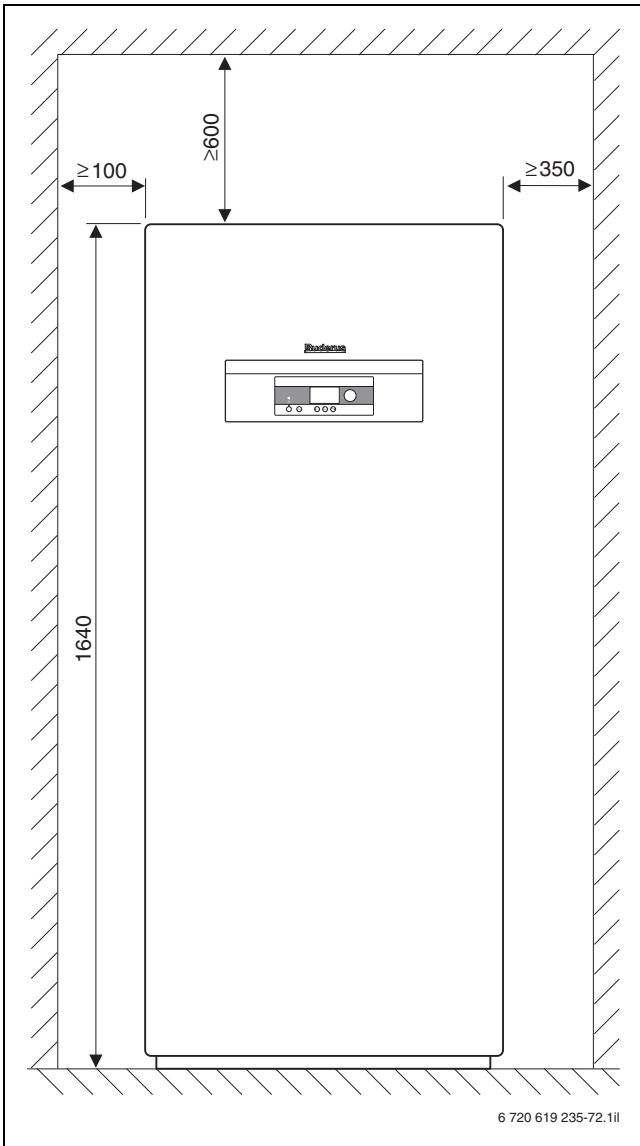
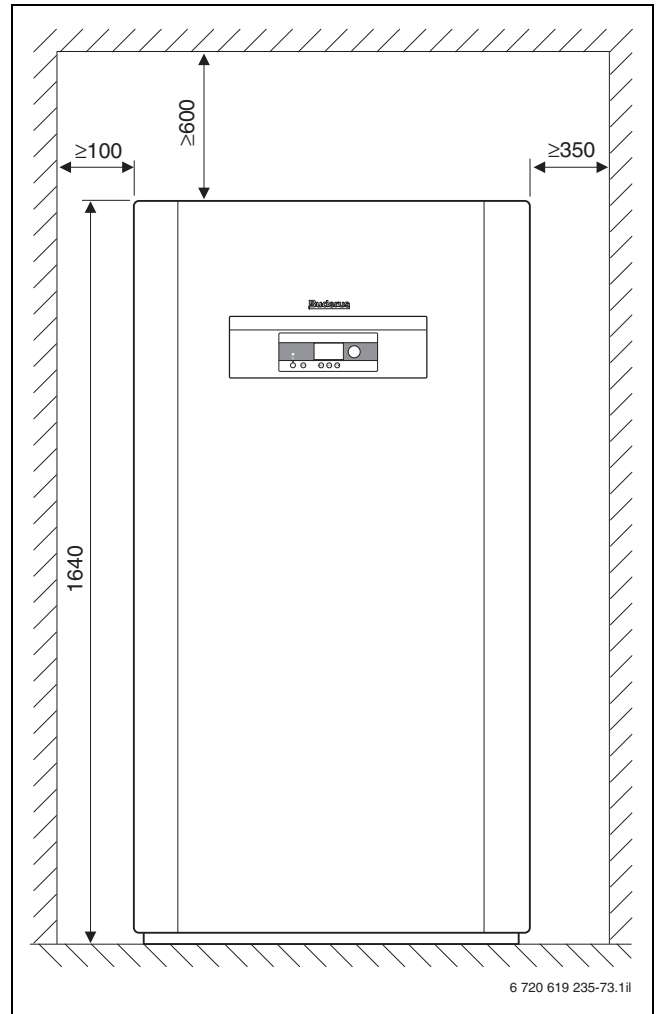

Bild 37 Mindestabstände der Wärmepumpen Logatherm WPS 22 und WPS 33-1 (Maße in mm)
Bild 38 Mindestabstände der Wärmepumpen Logatherm WPS 43 - 60 (Maße in mm)
- Aufstellmaße (→ Bild 37 und Bild 38)